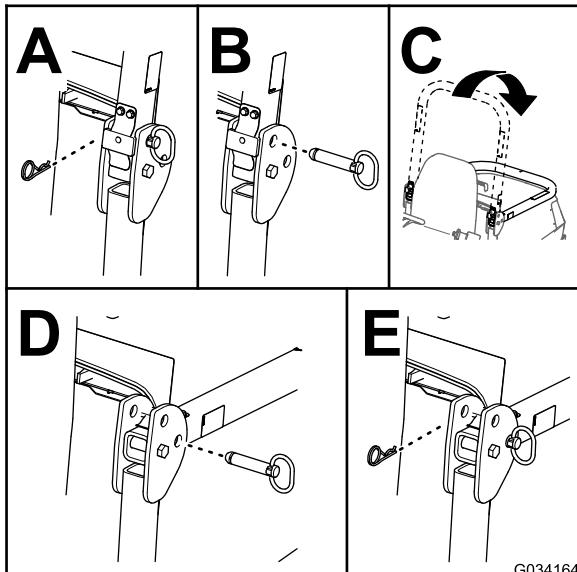

Figura 27
2. Remova os pernos de gancho e os pinos da barra de segurança (Figura 27).
3. Desça a barra de segurança e prenda-a no sítio com os pinos e os pernos de gancho (Figura 27).